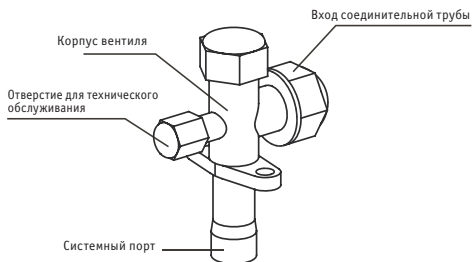

Рис. 4-5
- После завершения монтажа и перед тестовым запуском откройте все вентили. Каждый блок оснащен двумя вентилями различного размера, расположенными на стороне наружного блока. Один из этих вентилей — это вентиль газа, а второй — вентиль жидкости. Порядок открытия и закрытия вентиля показан на рисунке справа (рис. 4-5).